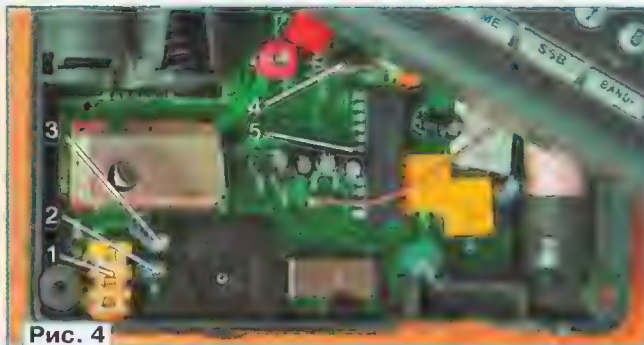

Рис. 4
Приёмник укладывают на стол задней платой вверх, а переднюю часть сдвигают в сторону, как показано на **рис. 4**, чтобы освободить доступ к будущему месту установки платы конвертера. Покачивая из стороны в сторону окисленные конденсаторы C301 (3) и C302 (2), находящиеся около гнезда LIN_OUT (1), отламывают их от платы. Прогревая паяльником корпус резонатора X401 (4), чтобы размягчить клей, которым он зафиксирован на плате, аккуратно отгибают его в противоположном направлении и фиксируют так, чтобы он не мешал закрытию приёмника. Следует убедиться, что выводы резонатора не соединились между собой. Напряжение +5 В для питания конвертера будет сниматься с вывода 6 микросхемы IC2 (5). Необходимо очистить от лака и залудить контактную площадку около этого вывода.